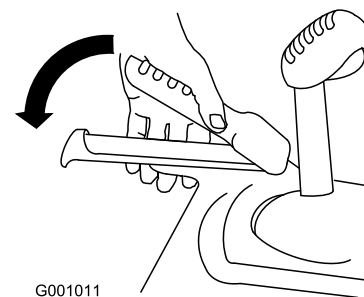

Figure 37
2. Engagez le levier de commande de déplacement et maintenez-le en place (Figure 37).